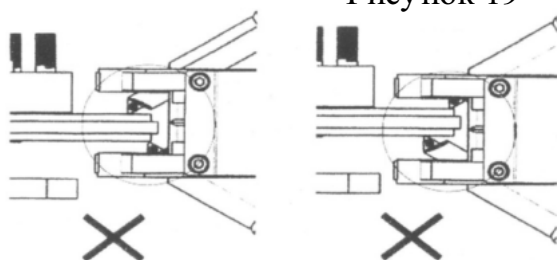

Рисунок 20
4. Двигайте CL-801 по направляющим к центру тормозного диска, до тех пор, пока поперечная линия блока проточки CL-801 не совпадет с продольным сечением тормозного диска (рис.20 и 21). Выставьте блок проточки по центральной линии, или максимум на 2 мм вглубь машины.